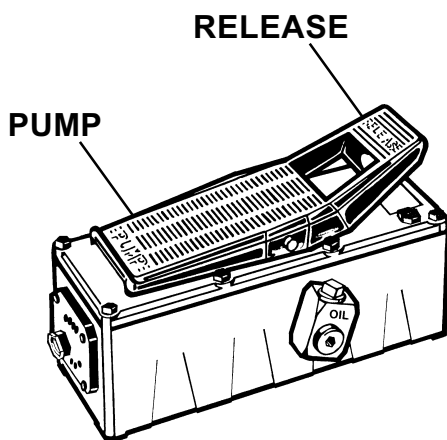

Fig. 11
- posizionare il pistone 1 (Fig. 11) sotto il punto di sollevamento;
- agire sulla leva 4 (Fig. 11) mettendo l'olio in scarico con conseguente discesa del mezzo.
- position the piston 1 (Fig. 11) under the pickup point;
- by means of the lever 4 (Fig. 11) drain off the oil so the machine moves downwards.
- Den Zylinder 1 (Abb. 11) unter den Hebepunkt positionieren.
- den Hebel 4 (Abb. 11) betätigen; das Öl fließt ab und die Einrichtung fährt herunter.
- positionner le piston 1 (Fig. 11) sous le point de levage;
- intervenir sur le levier 4 (Fig. 11) pour faire évacuer l'huile et faire descente l'équipement.
- posicionar el pistón 1 (Fig. 11) bajo el punto de elevación;
- actuar sobre la palanca 4 (Fig. 11) poniendo aceite, con consiguiente bajada del medio.